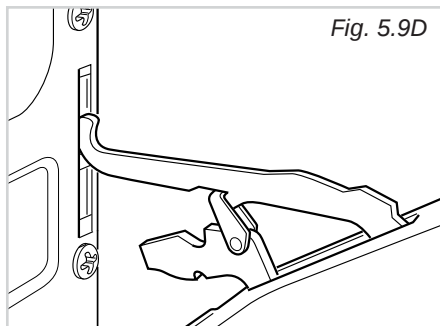

Fig. 5.9D
- Estrarre anche la baionetta superiore delle cerniere dal loro alloggiamento (fig. 5.9D).